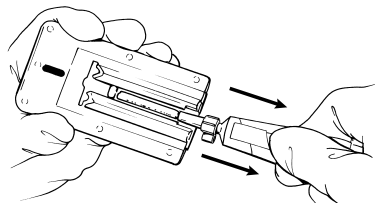

FIGURA 4
- 6a. Aplique una línea fina y continuada sobre cada tira (Figura 4).